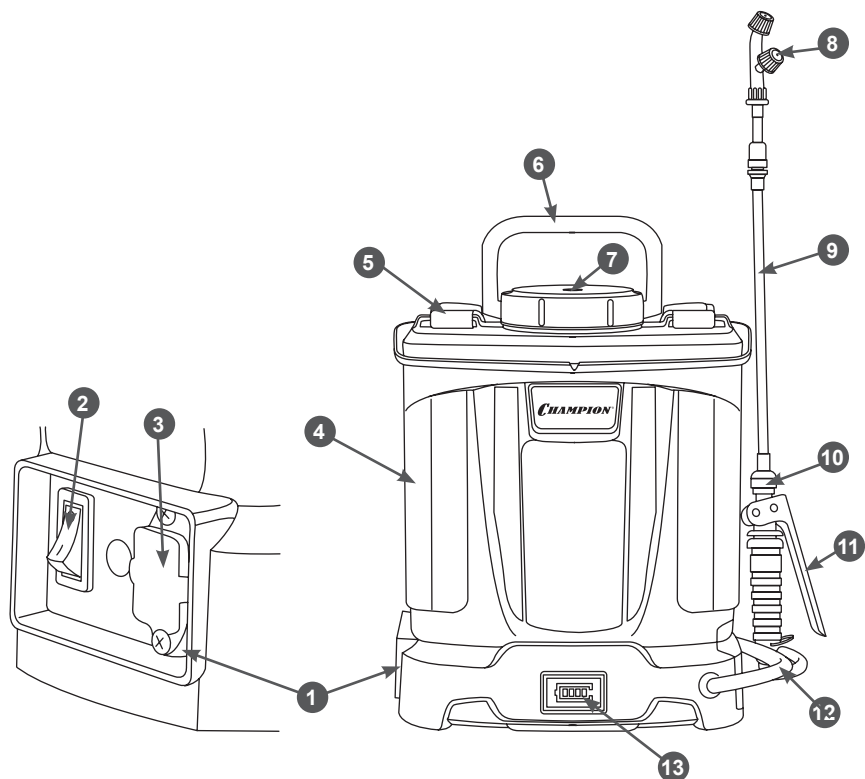

Рис. 2. Основные узлы и органы управления опрыскивателей SA5L и SA8L
Для зарядки аккумулятора вставьте штекер зарядного устройства в разъем 2 (Рис 1) (для моделей SA10, SA10L) или 3 (Рис. 2) (для моделей SA5L и SA8L) на панели управления опрыскивателя. Для зарядки аккумулятора модели SA10K необходимо снять аккумулятор с платформы и вставить штекер зарядного устройства
2. Для опрыскивания с максимальным давлением переведите электрический выключатель 2 (на Рис 1 — для моделей SA10, SA10K, SA10L, на Рис. 2 — для моделей SA5L и SA8L) в положение «I», нажмите на рычаг управления клапаном подачи на рукоятке
7. Заряд аккумулятора контролируйте по индикатору 15 (Рис.1) для моделей SA10, SA10K, SA10L, или 13 (Рис.2) для моделей SA5L и SA8L.